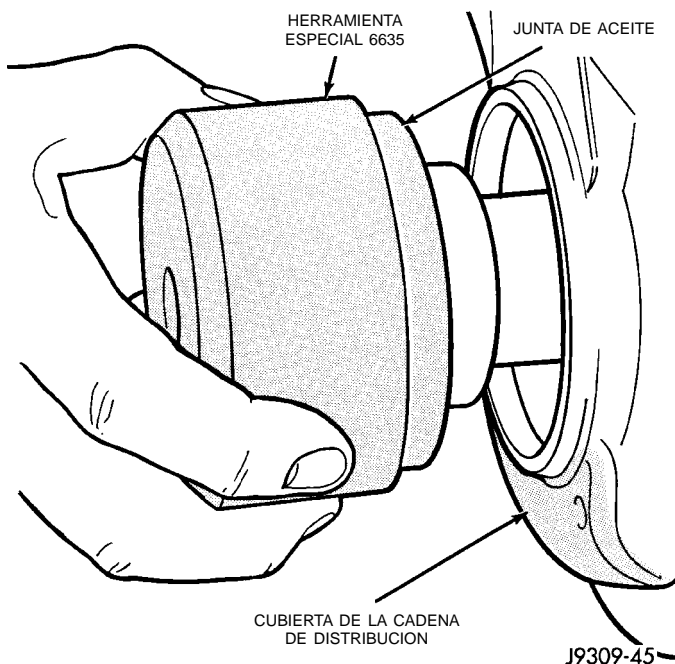

Fig. 24 Colocación de herramienta y junta en el cigüeñal
(3) Coloque la junta y la herramienta en el cigüeñal (Fig. 24).
(4) Apriete los 4 pernos inferiores de la cadena de distribución con una torsión de 13 N·m (10 lbs. pie) para evitar que la cadena bascule durante la instalación de la junta.